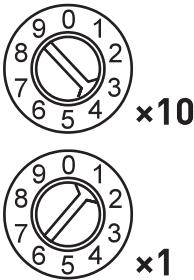

Рис.2. Адрес 41.
- 3.4. Установите DALI адрес. Адрес устанавливается двумя вращающимися переключателями. Первым переключателем устанавливаются десятки, вторым — единицы. На Рис. 2. показан пример установки адреса 41. Переключателями устанавливается адрес первого канала, соответствующего канала R зоны 1 (назовем его A).
Таким образом, в примере на Рис.2, будут задействованы адреса 41, 42, 43...56. Максимально возможное количество адресов и устройств на шине DALI — 64 адреса.